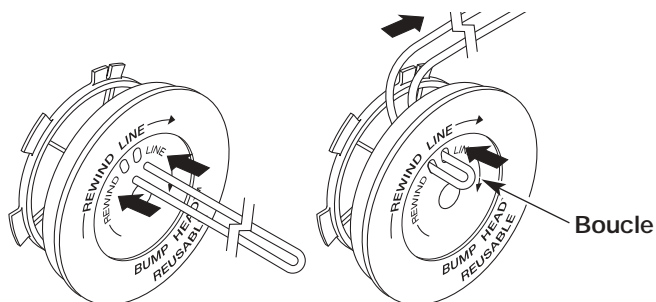

Fig. 16
- Découpez environ 7,6 m (25 pi) de fil neuf et faites-en deux boucles de longueurs égales. Insérez chaque extrémité de fil dans l'un des deux trous du moulinet (Fig. 16). Tirez le fil à travers le moulinet pour que la boucle soit le plus petit possible.